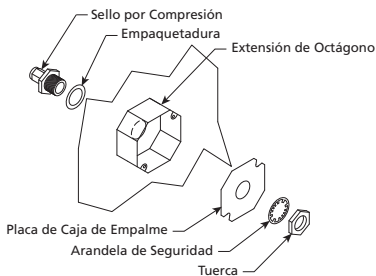

Figura 4 — Componentes
2. Inserte el adaptador del sello por compresión Evergreen en el orificio desde el interior de la campana, asegurándose de que la empaquetadura esté en el adaptador antes de insertarlo en el orificio. Coloque la caja de empalme que se proporciona, sobre el adaptador, en la parte superior de la campana, manteniendo el adaptador centrado en la caja. Instale la arandela de seguridad y la tuerca de 1 pulg. en la parte roscada del adaptador del sello por compresión dentro de la caja de empalme. Apriete sosteniendo firmemente la caja de empalme en su lugar. Consulte la Figura 4.